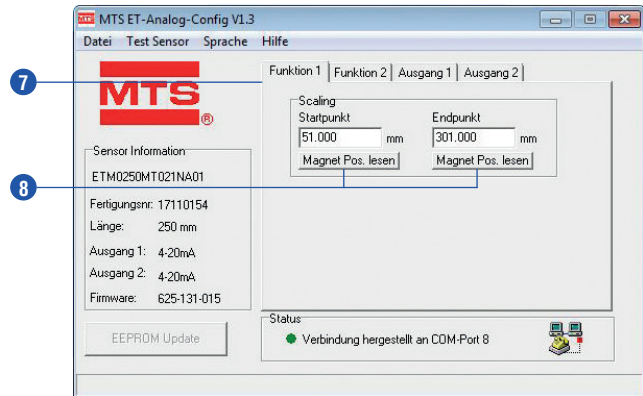

Abb. 34: Dialogfeld mit Registerkarten
- 7 Über die Registerkarte **Funktion 1** wird der Messbereich mit **Startpunkt** und **Endpunkt** festgelegt (Abb. 34).
- 8 Über die Schaltflächen **Magnet Pos. lesen** kann die aktuelle Magnetposition übernommen werden. Die Messrichtung ändert sich, wenn der Wert des **Startpunkts** größer ist als der des **Endpunkts**. Unabhängig von der Messrichtung beträgt die minimale Messstrecke 25 mm (Abb. 34).